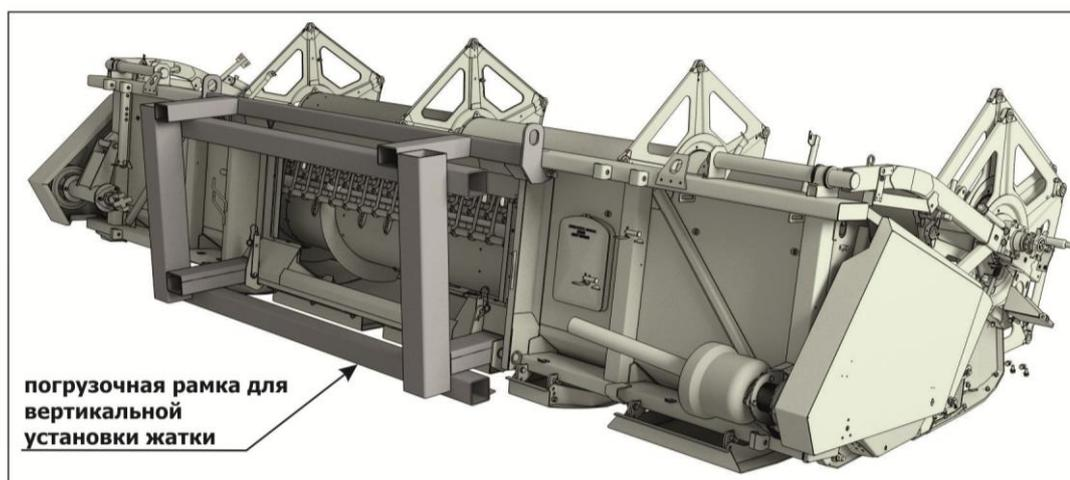

Рисунок 7.8
7.5.1 Для компактной перевозки жаток применяется погрузочная рамка ЖСУ-500.33.11.200 (см. рисунок 7.8).